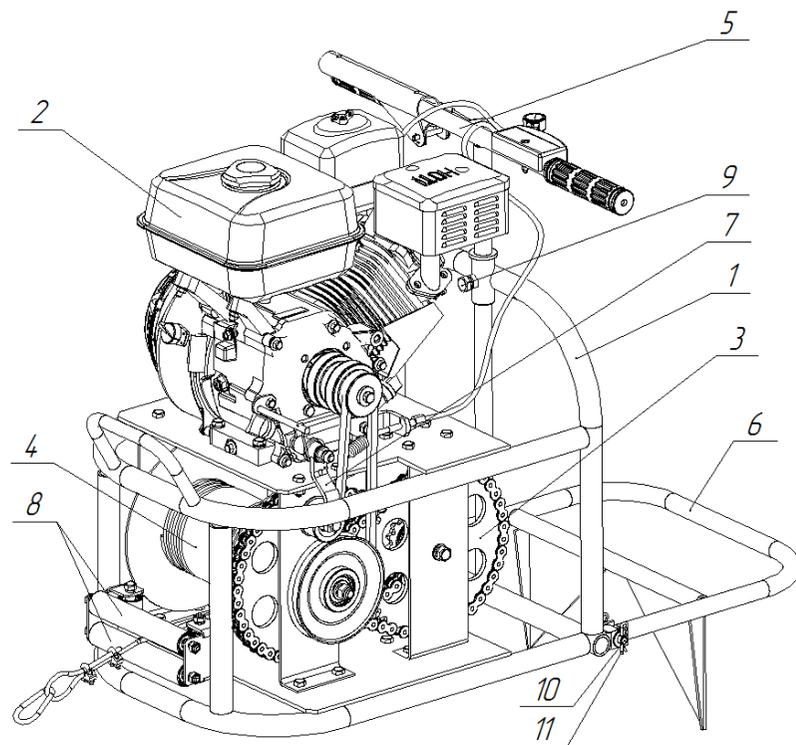

Рис.1 Устройство мотолебедки
больших пределах производится перемещением двигателя 2 (рис. 1) вдоль плиты крепления двигателя:
4.1 Устройство мотолебедки представлено на рис. 1.